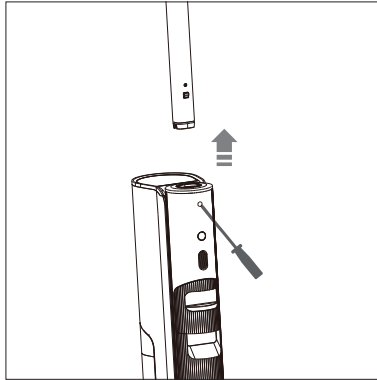

Abb. 20 – Griff entfernen
- ▶ Drücken Sie mit einem geeigneten Werkzeug (z. B. ein Schraubendreher) in die kleine Öffnung unterhalb des Griffs und ziehen Sie den Griff nach oben heraus (**siehe Abb. 20**).